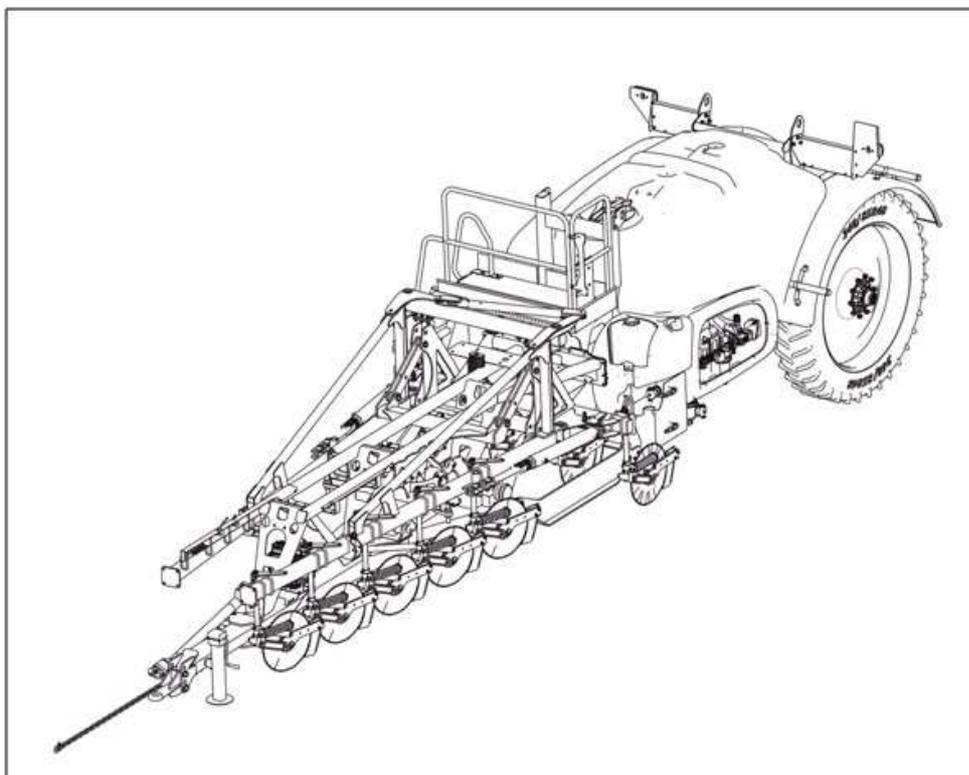

Рисунок 9.1 – Транспортное положение аппликатора
9.2 Во время транспортирования аппликатор должен быть надежно закреплен. При перевозке в транспортном положении на аппликаторе должны быть установлены растяжки (рисунок 9.1).